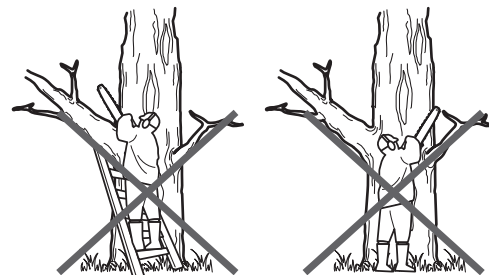

Fig. 29
- > No opere el producto con los brazos completamente extendidos ni intente cortar áreas de difícil acceso o en una escalera. Nunca utilice el producto por encima de la altura de los hombros (Fig. 29).